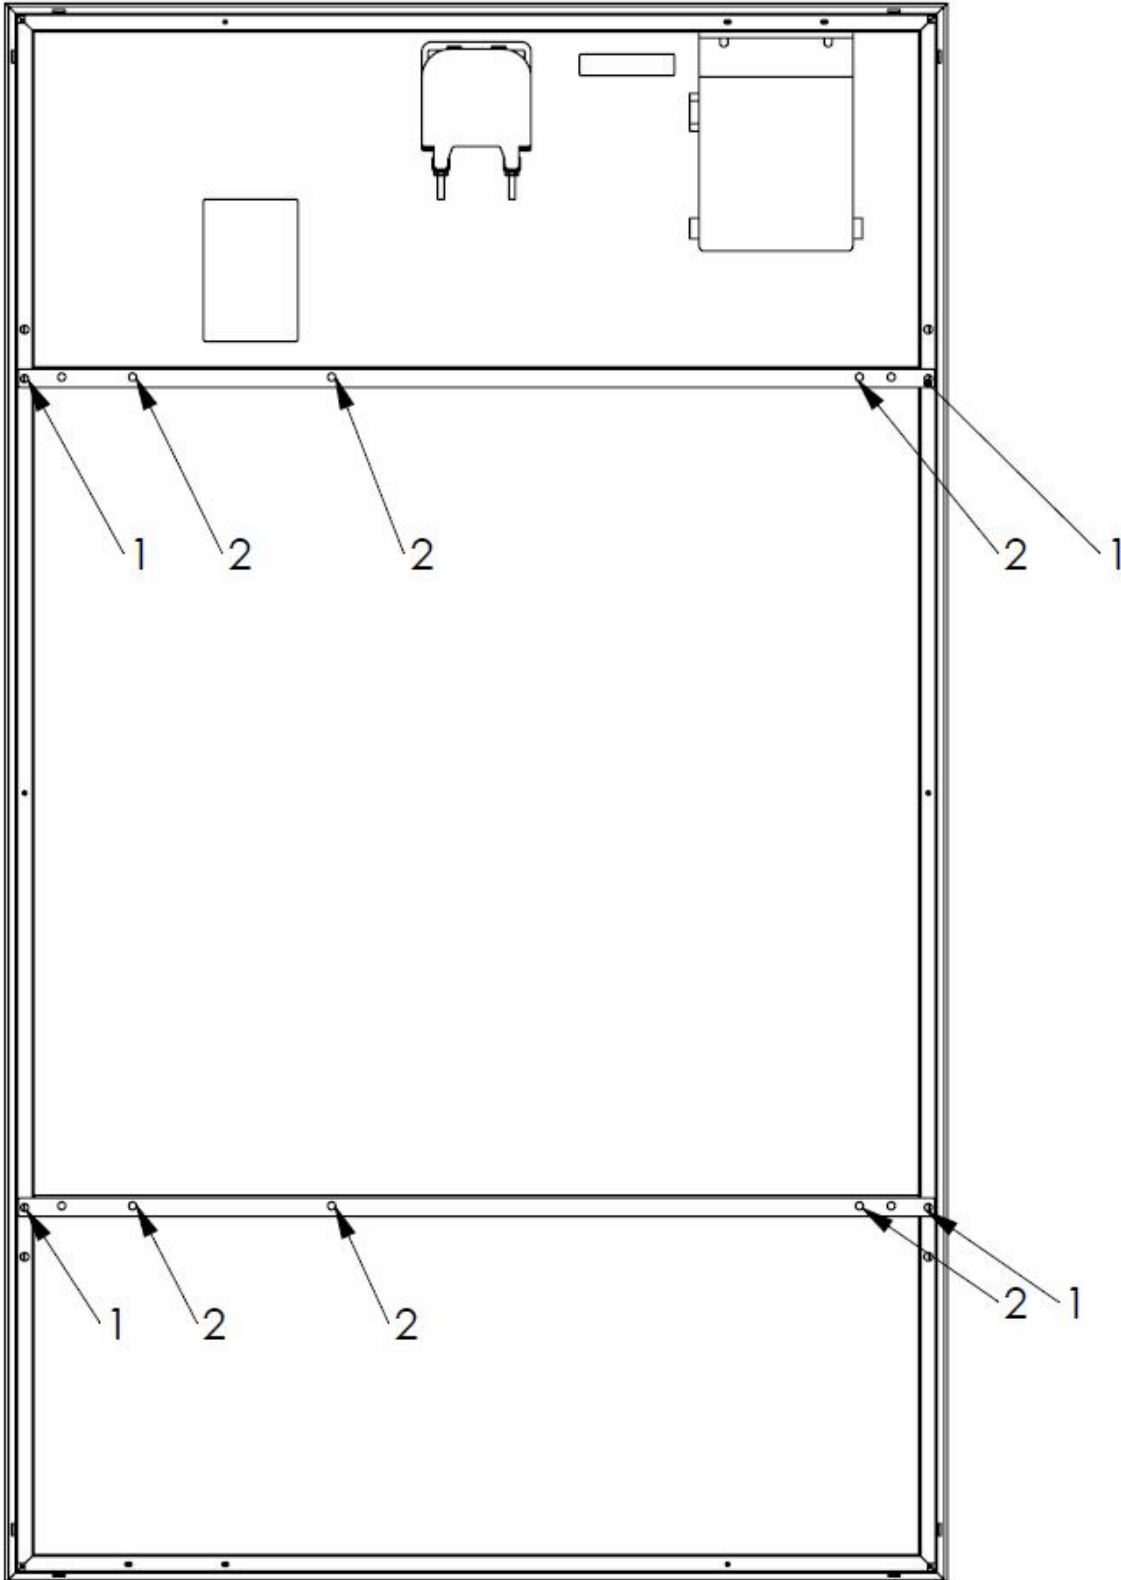
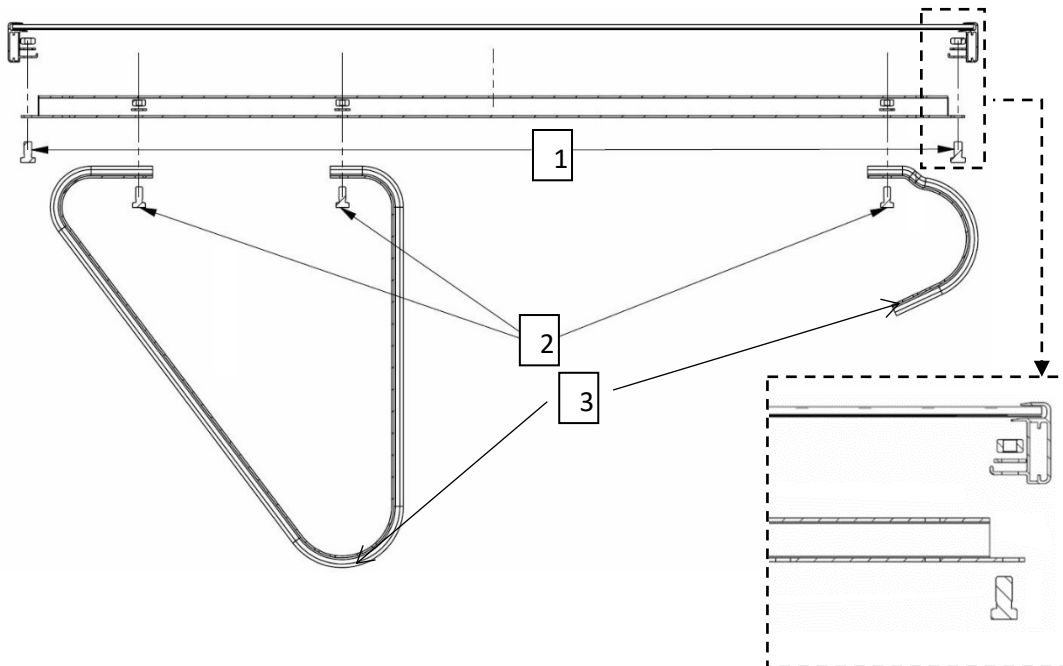

Abbildung 7: Schraubenpositionen für die Montage auf Standfüßen
Abbildung 8: Detailansicht für die Montage mit Standfüßen (**Backrail und Modul-Querschnitt von oben**)
Die Nummerierungen in Abb. 7 zeigen an, welche der markierten Schrauben in Abb. 8, zu welchen Positionen am Modul gehören.
Schritt 1: Befestigen Sie zunächst Standfuß vorne und Standfuß hinten mit den beiliegenden, verzinkten Schrauben (M8x16) an der Backrail. Führen Sie dazu die Schrauben durch die Montagelöcher der Standfüße und durch die (in Abb. 7) markierten Löcher der Backrail und fixieren Sie dort (auf der Innenseite der Backrail) die Schrauben mit den beigelegten M8-Muttern und M8-Unterlegscheiben mit einem Gabelschlüssel. Dieser Schritt muss doppelt ausgeführt werden!!